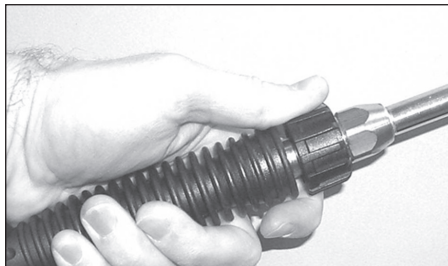

Figure 14 - Fixer la lance au pistolet
6. Fixez la lance au pistolet (voir la figure 14).